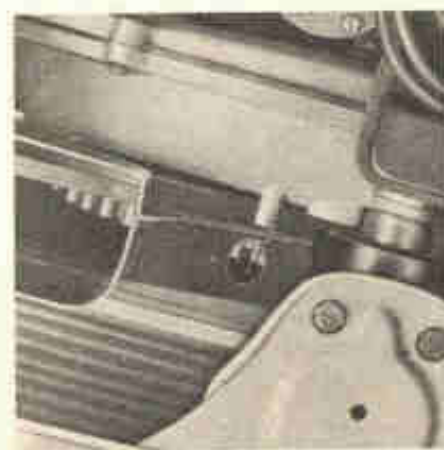

Fig. 7-V
2) — Gira-se a polia pela correia até que o rotor do distribuidor esteja apontando para a terminal da vela do 1.º cilindro. Esse ponto é marcado no corpo do distribuidor para maior facilidade. Ao se girar a polia, observa-se sua marcação. A segunda marca no sentido da rotação (segunda da direita para a esquerda), correspondente a 10° deve-se alinhar com a face direita do pino de referência da carcaça, olhando-se de cima (Fig. 7-V).
- 2 — Alinha-se a marca da polia (10°) com o lado direito do pino indicador (Fig. 7-V). O pino serve para fixação do suporte da escala.